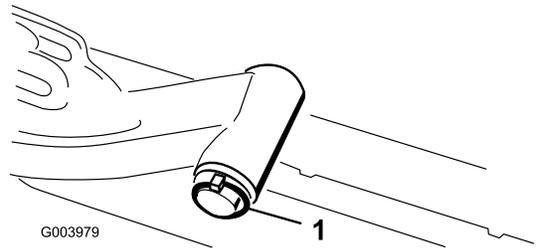

图8
A. 拆下将提升臂枢轴固定至提升臂的保险销和垫圈，将提升臂枢轴滑出提升臂（图8）。
C. 将提升臂轴插入提升臂，使用垫圈和保险销将其固定（图8）。